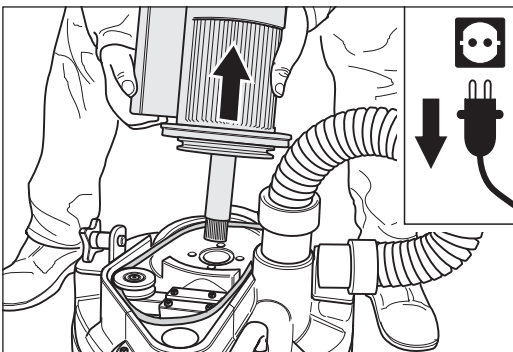

Abb. 99 Den Motor nach oben vom Maschinengehäuse abnehmen und den Keilriemen entfernen.
- 14 Heben Sie den Motor nach oben vom Maschinengehäuse ab (Abb. 99). Entfernen Sie den Keilriemen von der Motorriemenscheibe.